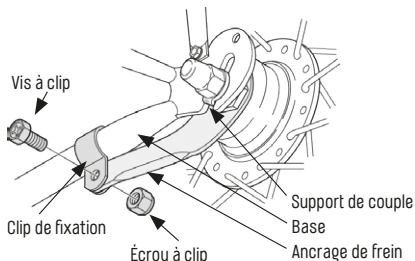

Fig. 3/29 Ancrage à frein Source Shimano
- Les freins à rétropédalage disposent d'un ancrage de frein („Fig. 3/ Ancrage à frein Source Shimano“ à la page 29) qui s'appuie sur la base du cadre. Pour un fonctionnement correct, il doit être monté de manière fixe au moyen d'un clip de fixation ou directement sur la base du cadre.